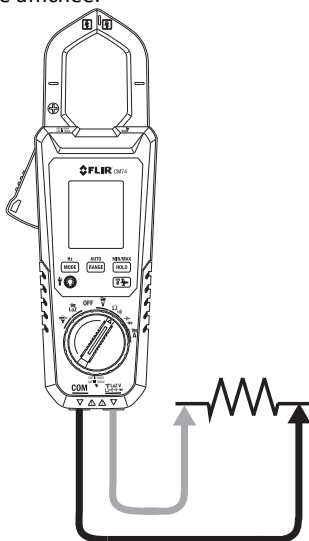

Figure 5.5 Mesure de résistance et de continuité
2. Insérez le fil noir de la sonde dans la borne négative COM et le fil rouge de la sonde dans la borne  $\Omega$  positive. Reportez-vous à la Fig. 5-5 pour des exemples de raccordement.